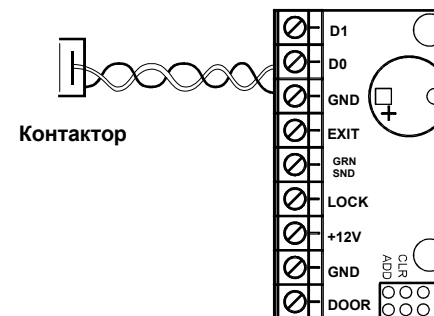
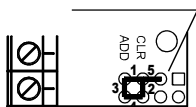

Рис. 5 Подключение контактора
Рис.3 Положения
4. Установите защитный диод (см. рис.5 на стр.40). В случае, если замок электромеханический, установите перемычку в положение 1 (см. Рис.3).
В комплект поставки контроллера Z-5R (мод. Wiegand) входит перемычка, которая используется для программирования контроллера (всего пять положений) (см. Рис.3).
Для записи информации из ключа DS1996L в память контроллера Z-5R (мод. Wiegand) необходимо подключение контактора ключей iButton (Dallas Touch Memory) (см. Рис.5).
Для считывания памяти контроллера в ключ DS1996L необходимо подключение к считывателю контактора ключей iButton (Dallas Touch Memory) (см. Рис.5).